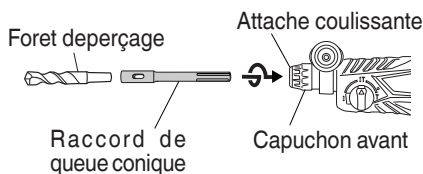

Fig. 16
- (1) Monter le raccord de queue conique sur le marteau rotatif à percussion. (Fig. 16)
(2) Fixer la mèche (queue conique) sur le raccord de queue conique. (Fig. 16)
(3) Mettre l'interrupteur sur la position de marche (ON) et percer un trou de la profondeur voulue.